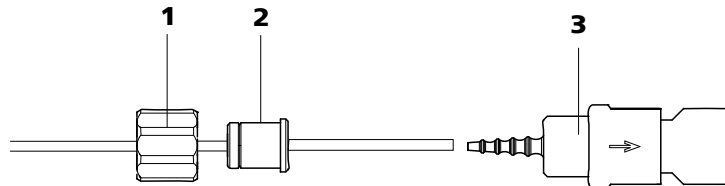

Figura 28 Instalación de una conexión de tubo de bomba con filtro
- **Caso A:** Conecte una conexión de tubo de bomba **con filtro** 6.2744.180 (véase figura 28, página 51) o